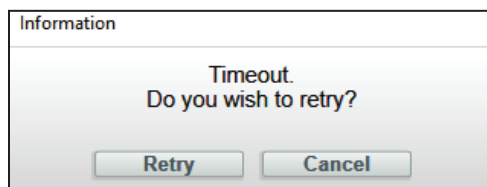
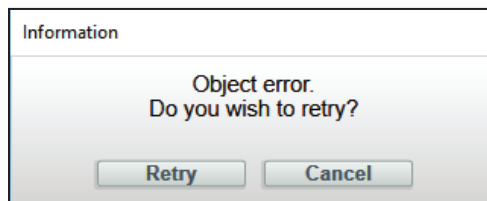

Figura 143. Mensaje del tiempo de espera agotado.
Figura 144. Mensaje de error del objeto.
Cuando se intenta conectar un reconector TripSaver II utilizando el software de configuración del centro de servicio, el proceso de conexión se agotará si no puede crear o mantener una conexión inalámbrica. Ver la Figura 143. Esto es generalmente causado por la baja intensidad de la señal, la cual puede ser el resultado de la distancia, la orientación del producto, la interferencia de otras fuentes de señal, o una combinación de éstas. Hay disponible un transceptor USB con una antena externa mejorada para mejorar la intensidad de la señal.
PASO 3. Reintente conectar al reconector TripSaver II. Si persiste el mensaje de Tiempo de Espera Agotado (ver la Figura 143) o aparece un mensaje Object Error (Error de Objeto) (ver la Figura 144) (esto puede ser notorio con más frecuencia cuando conecte a los reconectores TripSaver II consecutivos usando la misma computadora), restablezca el transceptor USB.